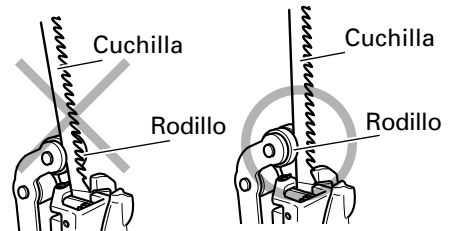

Fig. 5
- Compruebe la cuchilla provista entre la ranura del rodillo. (Fig. 5)